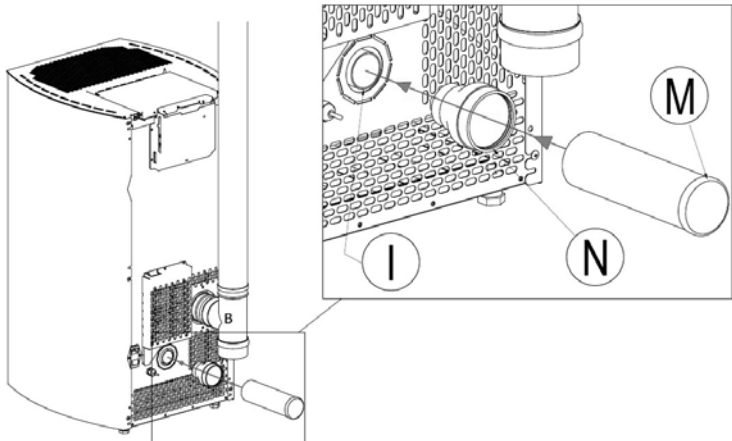

Fig. 13 - Conexiones
LEYENDA	Fig. 13
- Empalme N con Q utilizando un tubo flexible o rígido de diámetro de 60 mm, con una longitud máxima de 2 metros (ver **Fig.13**).